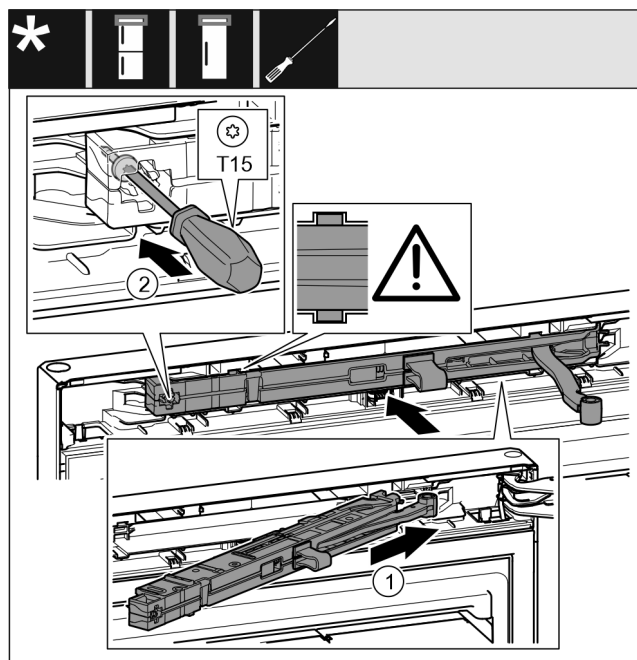

Fig. 29
- Inserire in diagonale l'unità dell'ammortizzatore di chiusura Fig. 29 (1) nel vano sul lato del blocco di supporto fino a battuta.
- Stringere la vite Fig. 29 (2) con un cacciavite.